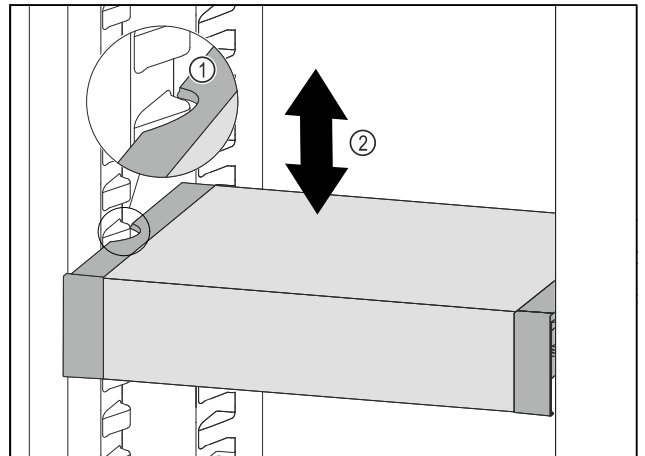

Fig. 131
- ▶ Потягнути VarioSafe вперед, поки бокові заглиблення VarioSafe не опиняться на рівні ребра для резервуара в охолоджувальному відділенні. Fig. 131 (1)
- ▶ Пересувайте VarioSafe вгору або вниз в охолоджувальному відділенні до тих пір, поки не досягнете бажаної висоти. Fig. 131 (2)